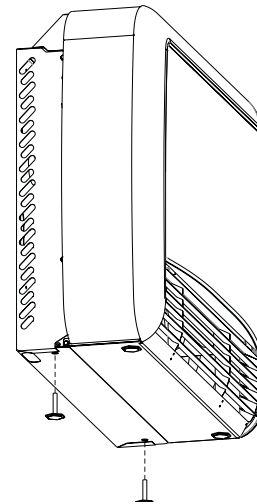

Figure 5
- Installer les deux pieds de nivellement enlevés à l'étape 8 dans les deux trous du dessous du capot mural, dans l'appareil de chauffage. **Voir Figure 5.**